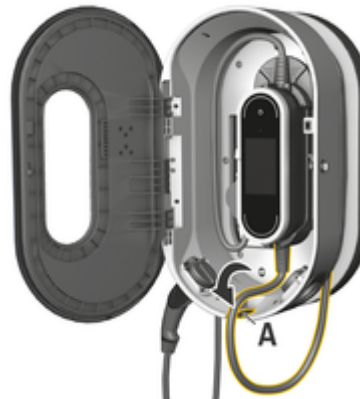

Bild 10: Hänga upp manöverenheten
3. För fordonskabeln genom öppningen **A** (Bild 10) och linda kabellängden som du inte behöver runt laddningsdockan.